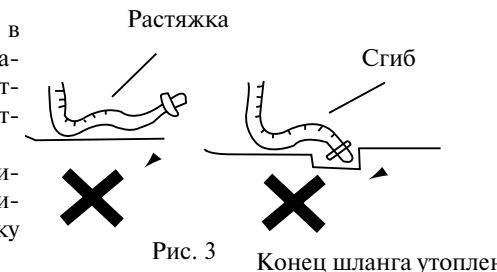

Рис. 3
4. Подключите синий провод кабеля питания к клемме "N(1)", коричневый - к клемме "2", и желто-зеленый (провод заземления) - к клемме , как показано на рис. 3.